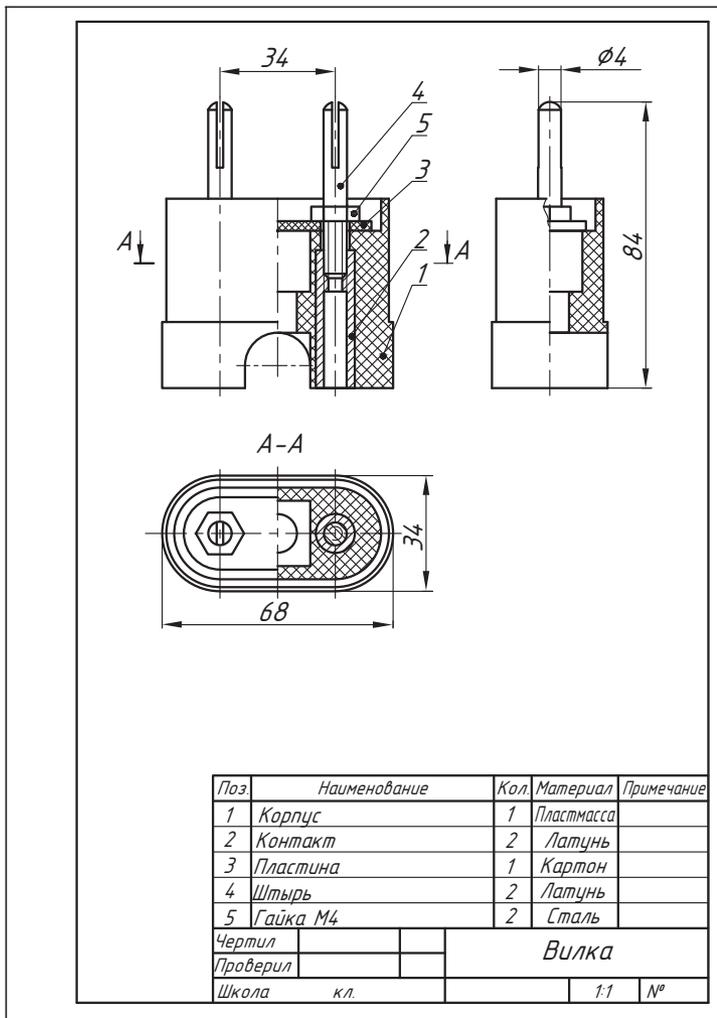

Рис. 96. Чертеж общего вида
**Чертеж общего вида сборочной единицы** — документ, определяющий конструкцию изделия, взаимодействие его основных составных частей и поясняющий принцип работы изделия (рис. 96).
На чертеже общего вида составные части изделия указывают в таблице, размещенной на чертеже над основной надписью чертежа, и нумеруют. Эти номера называют позициями (см. рис. 96). В таблице каждой детали сборочной единицы присваивается номер позиции. Эти номера должны соответствовать номерам на полках-выносках на изображениях.